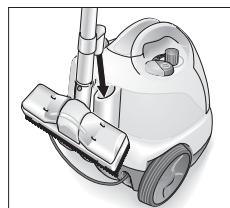

Рис. 8: положення зберігання
- Під час невеликої перерви у роботі трубу для видовження з вмонтованим соплом можна поставити у положення зберігання (див. рис. 8).